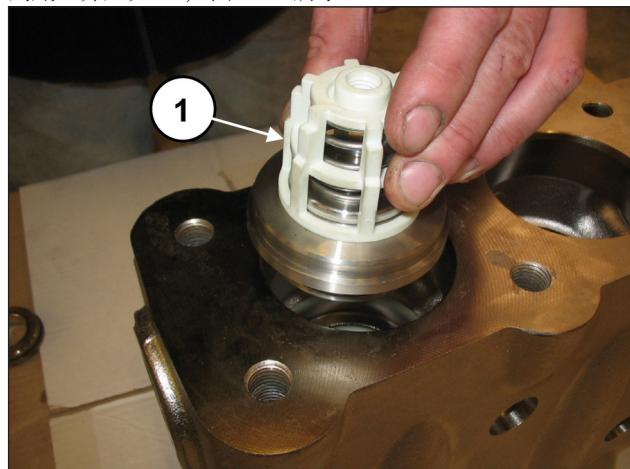
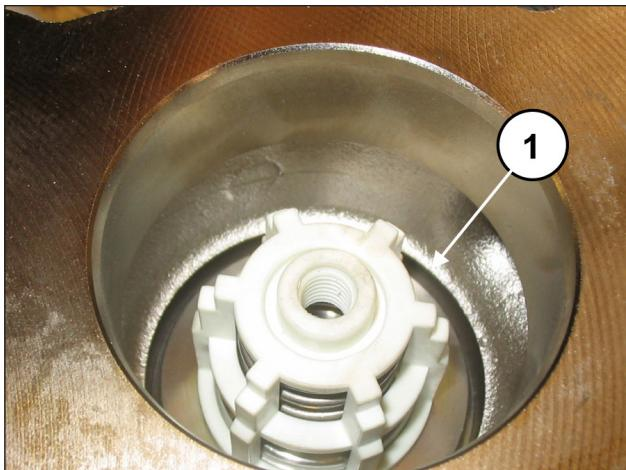

图 107
图 108
插入排出阀组 (位置①，图 107)。整个阀组必须完全插入到底，并应如 ①，图 108 所示。